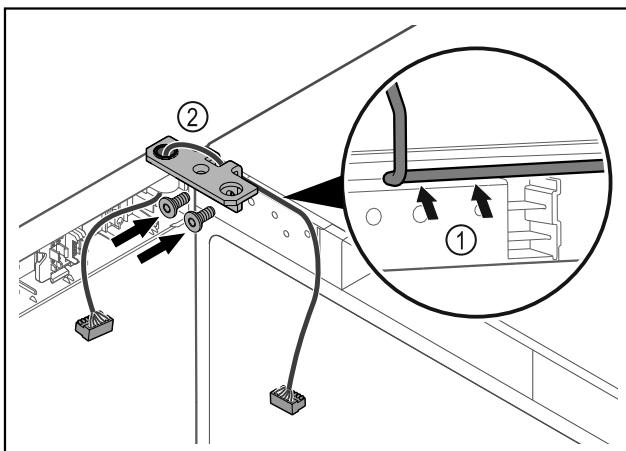

Fig. 48
- Проведите кабель через отверстие в шарнирном уголке и аккуратно уложите его *Fig. 48 (1)*.
- Привинтите шарнирные уголки *Fig. 48 (2)*.